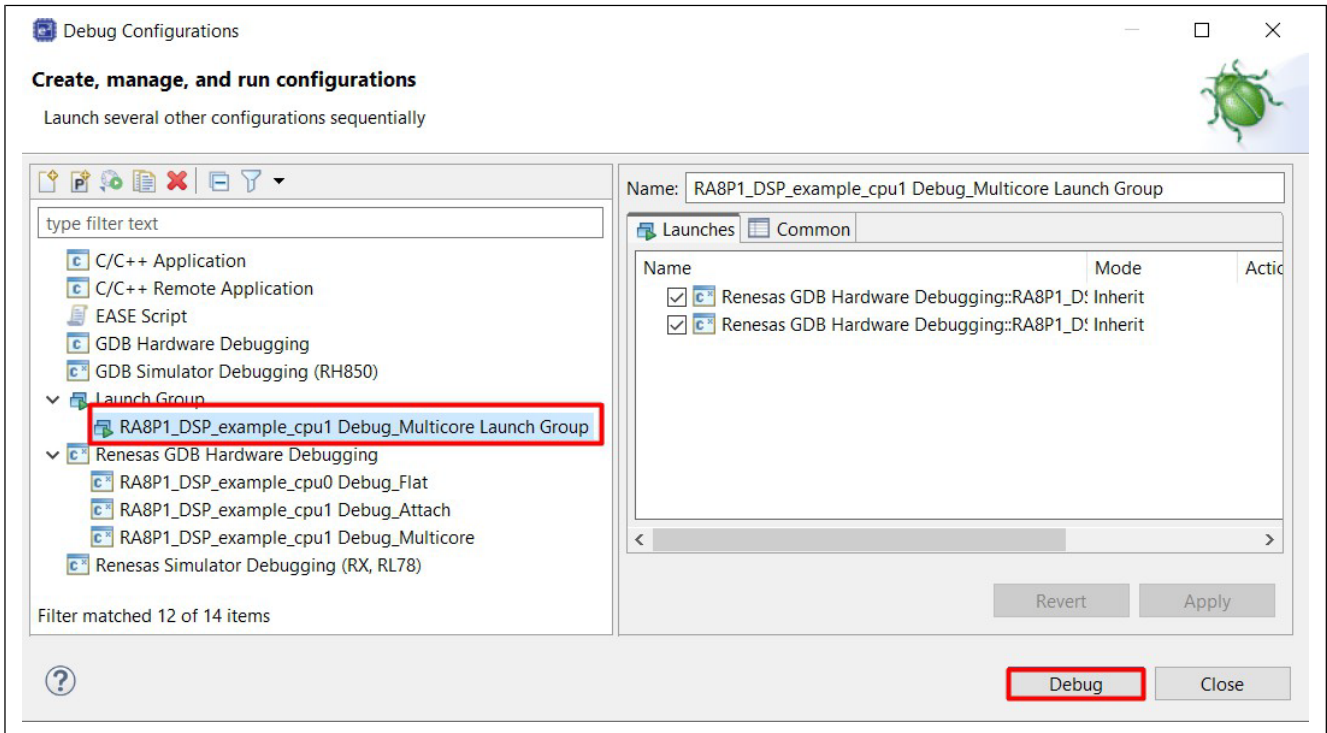

図68. DSPデュアルコアDSPサンプルのデバッグ
2. 図68に示すように「**RA8P1\_DSP\_example\_cpu1 Debug\_Multicore Launch Group.**」を選択します。